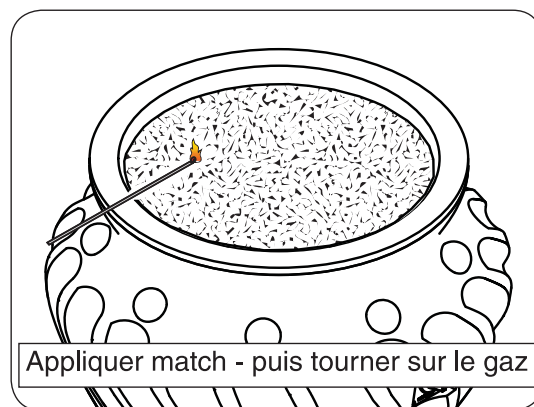

Fig. 20-1
3. Posez une lumineuse à longue tige match sur la surface du support de décoration à proximité de l'anneau brûleur (**ne tenez pas le match en main**) ou utiliser un briquet au butane allumée au long cou (Fig. 20-1).